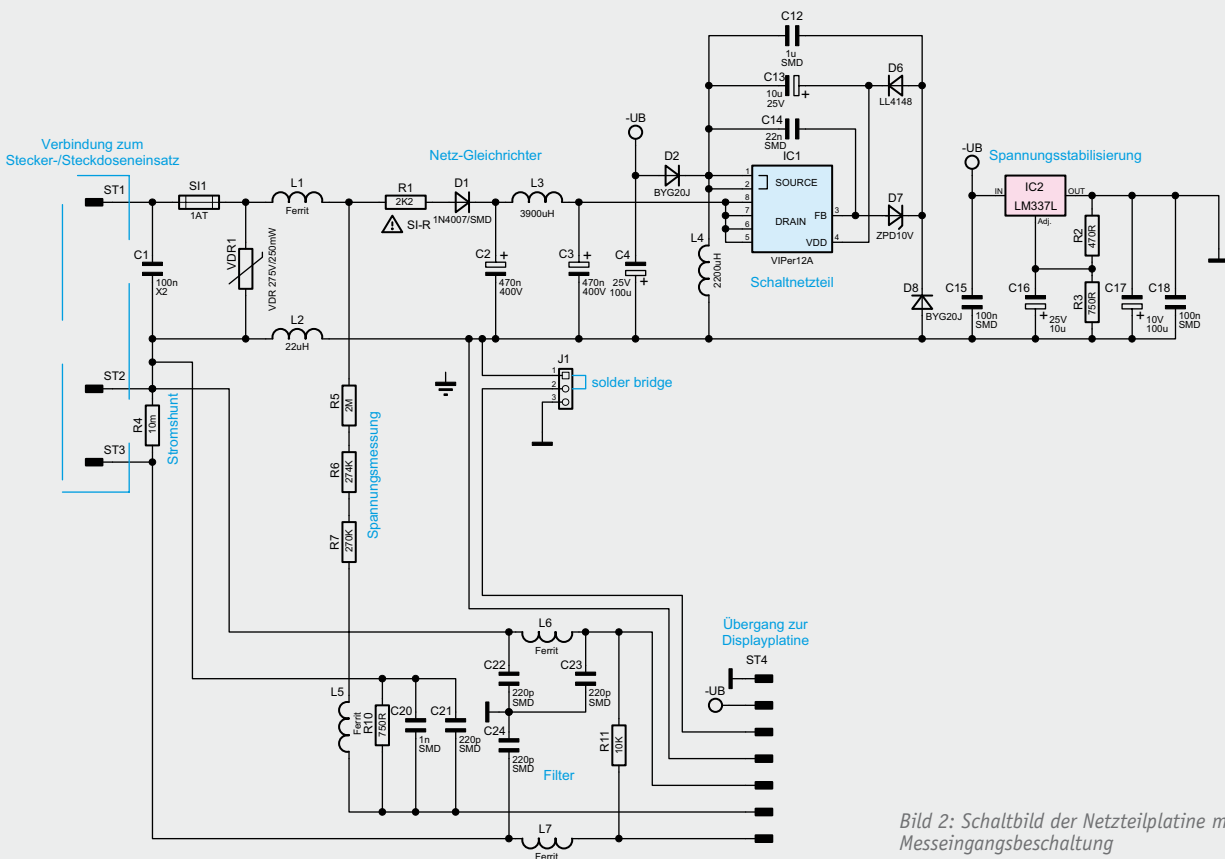

Bild 2: Schaltbild der Netzteilplatine mit Messeingangsbeschaltung
Entsprechend der im Gerät vorhandenen Leiterplatten ist das Gesamtschaltbild des Anzeigeapparates in zwei Teilschaltbilder (Bild 2 und 3) aufgeteilt und das dritte Schaltbild (Bild 4) zeigt die einfache Verschaltung der Stecker-Steckdosen-Einheit.
Die Erfassung der Messwerte (Netzspannung und Laststrom) ist zusammen mit einem effizienten Schaltnetzteil in Bild 2 zu sehen, und Bild 3 zeigt das komplexe „Power-Meter-IC“ mit zugehöriger Peripherie, die Bedienelemente und das LC-Display.
Betrachten wir zuerst die Messwerterfassung und Spannungsversorgung in Bild 2, wo die 230-V-Netz-Wechselspannung über ST1 und ST3 (Stecker der Stecker-Steckdosen-Einheit beim Energy Master Expert II) zugeführt wird. Zum besseren Verständnis sind die Netzanschlüsse zwar mit Leiter (L) und Neutralleiter (N) beschriftet, wobei die tatsächliche Polarität aber keine Rolle spielt. Um für die Beschreibung eine eindeutige Zuordnung zu erhalten, gehen wir von der im Schaltbild angegebenen Polarität aus. Der Neutralleiteranschluss des 230-V-Wechselstromnetzes ist direkt mit dem entsprechenden Neutralleiteranschluss des Verbrauchers verbunden und in der Leitung des Leiters befindet sich der Stromshunt R4. Der Be-
Bei sehr genauen Messungen im Netzspannungsbereich hat man grundsätzlich mit Störungen zu „kämpfen“, die dem Netz überlagert sind. Entsprechend aufwändig und umfangreich sind die erforderlichen Entstörmaßnahmen und Filter, und auch hinsichtlich EMV sind mehr Maßnahmen erforderlich als bei vielen anderen Schaltungen. Hochfrequente Störeinflüsse werden zum einen durch „Staffelblockungen“ an den entsprechenden Versorgungsanschlüssen verhindert und zum anderen durch Filter-Maßnahmen im Bereich der Messeingänge in Bild 2.